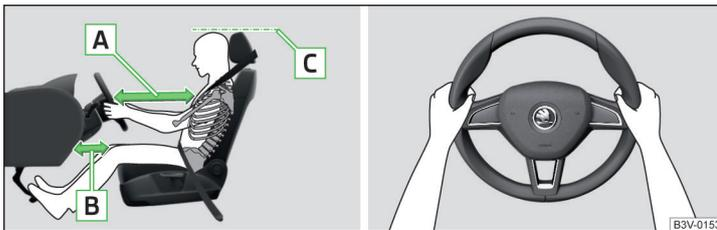

Abb. 2 Richtige Sitzposition des Fahrers / Richtige Lenkradhaltung
- ✓ Bei Fahrzeugen mit Fahrer-Knieairbag den Fahrersitz in Längsrichtung so einstellen, dass der Abstand **B** » Abb. 2 der Beine zur Schalttafel im Bereich des Knieairbags mindestens 10 cm beträgt.
- ✓ Das Lenkrad so einstellen, dass der Abstand **A** zwischen Lenkrad und Brustbein mindestens 25 cm beträgt » Abb. 2.
- ✓ Die Kopfstütze so einstellen, dass die Oberkante der Kopfstütze sich möglichst auf einer Höhe mit dem oberen Teil Ihres Kopfes befindet **C** » Abb. 2 (gilt nicht für Sitze mit integrierter Kopfstütze).
- Während der Fahrt das Lenkrad mit beiden Händen seitlich am äußeren Rand in der „9-Uhr“- und „3-Uhr“-Position festhalten » Abb. 2. Niemals das Lenkrad in der „12-Uhr“-Position oder in einer anderen Art und Weise festhalten (z. B. in der Lenkradmitte, am inneren Lenkradrand u. Ä.). Beim Auslösen des Fahrer-Airbags könnte man sich schwere Verletzungen an Armen, Händen und Kopf zuziehen.
- ✓ Die Kopfstütze so einstellen, dass die Oberkante der Kopfstütze sich möglichst auf einer Höhe mit dem oberen Teil Ihres Kopfes befindet  » Abb. 2 auf Seite 9 (gilt nicht für Sitze mit integrierter Kopfstütze).
- ✓ Die Kopfstütze so einstellen, dass die Oberkante der Kopfstütze sich möglichst auf einer Höhe mit dem oberen Teil des Kopfes befindet [C] » Abb. 2 auf Seite 9.